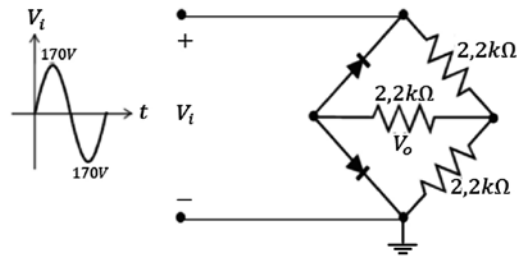

Figura 3.54 Ejercicio con señal AC. Fuente: Elaboración propia
c) Dibuje V_o para la red que se indica en la figura 3.54.